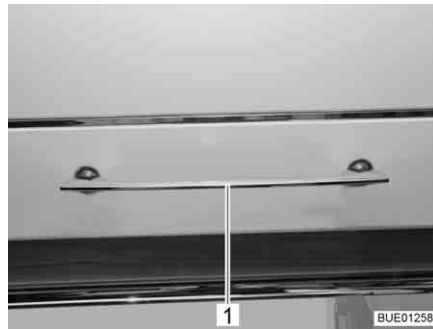
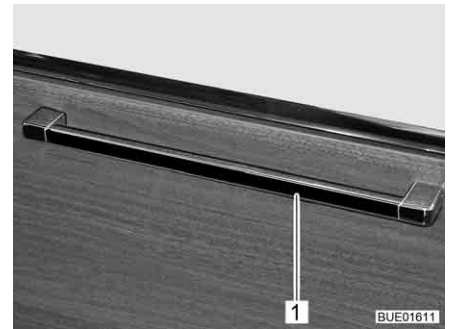

Fig. 42 Sportello del mobile con maniglia di sbloccaggio
Fig. 43 Sportello del mobile con maniglia di sbloccaggio (alternativa)
- Premere la maniglia di sbloccaggio (Fig. 42,1 o Fig. 43,1) verso l'alto, di lato o verso il basso, a seconda della posizione di montaggio, e tenerla premuta.